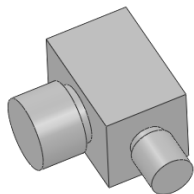

图 7-54 生成喇叭口基体 2
(5) 新建草图。选择退刀槽圆柱的平面，单击“草图”工具栏中的 E （草图绘制）按钮，在其上新建一张草图。
(6) 绘制圆。单击“草图”工具栏中的 C （圆）按钮，或选择菜单栏中的“工具”→“草图绘制实体”→“圆”命令，以坐标原点为圆心绘制一个圆。
(7) 标注圆的尺寸。单击“尺寸/几何关系”工具栏中的 D （智能尺寸）按钮，或选择菜单栏中的“工具”→“标注尺寸”→“智能尺寸”命令，标注圆的直径尺寸为 12 mm。
(8) 创建喇叭口基体。单击“特征”工具栏中的 P （拉伸凸台/基体）按钮，或选择菜单栏中的“插入”→“凸台/基体”→“拉伸”命令，在弹出的“凸台-拉伸”属性管理器中设置拉伸终止条件为“给定深度”，在 D1 （深度）文本框中输入“11.5”，其他选项保持系统默认设置，单击 $\checkmark$ （确定）按钮，生成喇叭口基体 2，如图 7-54 所示。